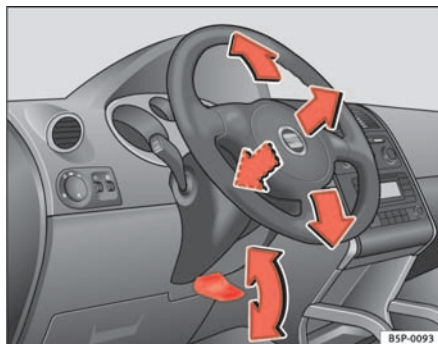

Fig. 91 Réglage de la position du volant de direction
- Basculez le levier $\Rightarrow$ fig. 91 situé sous la colonne de direction vers le bas $\Rightarrow$ ⚠.